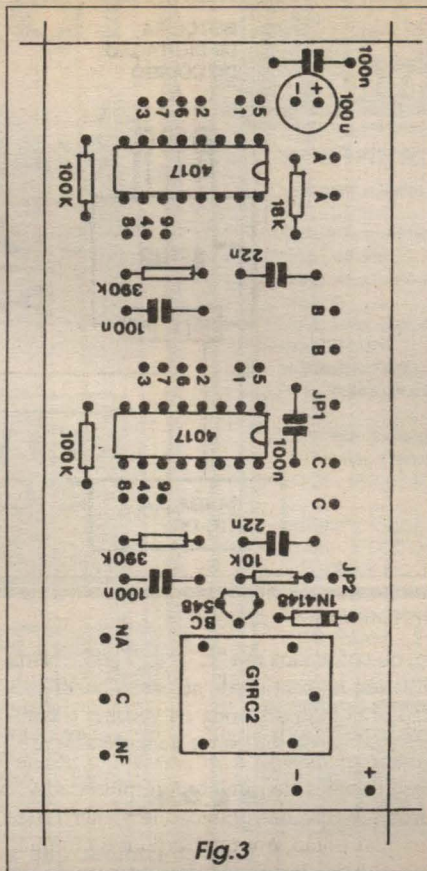
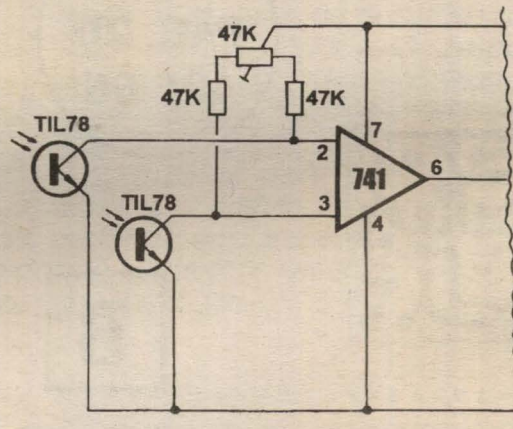

Fig.3
FIG. 1
- FIG. 3 - CHAPEADO DA MONTAGEM - O lado não cobreado da placa, com todos os componentes (menos os três push-butons) posicionados, merece uma análise mais cuidadosa nesta montagem, principalmente devido à presença de duas áreas de programação (a serem efetivadas através dos jumpers JP1 e JP2, conforme veremos mais adiante...), com o que - aparentemente - sobram muitas ilhas/furos sem ligação (isso faz parte do contexto lógico do circuito...). De qualquer modo, os cuidados de sempre com a orientação dos componentes polarizados (no caso os integrados, o transistor, o diodo e o capacitor eletrolítico...), devem ser tomados... Atenção, também, na correta leitura dos valores dos resistores e capacitores comuns (não polarizados...), para que nenhum seja colocado em lugar errado na placa... O relê também tem posição única e certa para ligação, porém como seus terminais assumem uma disposição especial, simplesmente não há como inseri-los erroneamente no impresso (será necessário alargar um pouco os furos correspondentes aos seus terminais - em comparação com os destinados à acomodação das pernas dos demais componentes - porque os pinos do relê são mais taludos...). Depois de inseridos e soldados todos os componentes, uma verificação final cuidadosa deve ser feita, conferindo-se cada peça, posição, valor, código, polaridade, etc., com o gabarito da figura... Se tudo estiver rigorosamente em ordem (inclusive a qualidade dos pontos de solda, pela face cobreada...), os excessos de terminais, pinos e pernas podem ser cortados, deixando a placa preparada para suas poucas conexões externas, e para a programação do desejado código...
Você, Ivo, é o típico leitor/hobbysta que acompanha APE, lutando com os mesmos problemas que o restante da turma enfrenta...! Conhecemos muito bem a vida, o dia-a-dia dos nossos amigos, mesmo porque todos aqui já foram (e todos ainda o são...) apaixonados (e financeiramente desprovidos...) hobbystas, juntando os trocadinhos para poder comprar as peças e realizar as montagens... Você pode fazer uma experiência de substituição dos LDRs originalmente indicados na montagem da PI-POMAZ, por foto-transístores tipo TIL78 ou equivalentes, seguindo as modificações mostradas no esqueminha da FIG. C (que se refere à FIG. 1 - PÁG. 5 - APE 67). Observar que além do cuidado de ligar corretamente os dois foto-transístores (uma vez que eles são polarizados, e os LDRs originais não...), terão que ser modificados os valores dos dois resistores fixos anexos (dos originais, 10K, para 47K...) e também do trim-pot de ajuste do equilíbrio (do original, 10K, também para 47K...). As alterações não exigirão nenhuma mudança no lay out da placa de circuito impresso do circuito (originalmente na FIG. 2 - PÁG. 6 - APE 67), e até mesmo o chaveado (original na FIG. 3 - PÁG. 6 - APE 67) poderá ser seguida à risca, considerando apenas a modificação dos valores dos três componentes indicados na FIG. C... Por uma questão de impedâncias e níveis, pode ser que o arranjo não fique tão sensível quanto o era o módulo original, com LDRs, mas acreditamos que deve ser possível adequar os ajustes (incluindo o de sensibilidade, via trim-pot de 220K original...) e as condições de luminosidade ambiente, de modo a proporcionar o correto funcionamento da PIPOQUEIRA